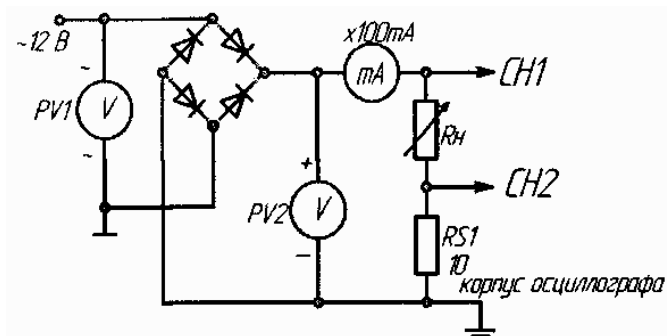

Рис. 1
1) Собрать схему выпрямителя по рис. 1. Установить заданное значение сопротивления нагрузки R_n . Вольтметр PVI включить в режиме измерения **переменного** напряжения, а $PV2$ в режиме измерения **постоянного** напряжения. Включить миллиамперметр постоянного тока на 100 мА. Подключить входы осциллографа. Переключатель развертки осциллографа перевести на временную развертку. Установить синхронизацию от сети. На экране осциллографа наблюдать осциллограммы выпрямленного тока и выпрямленного напряжения;